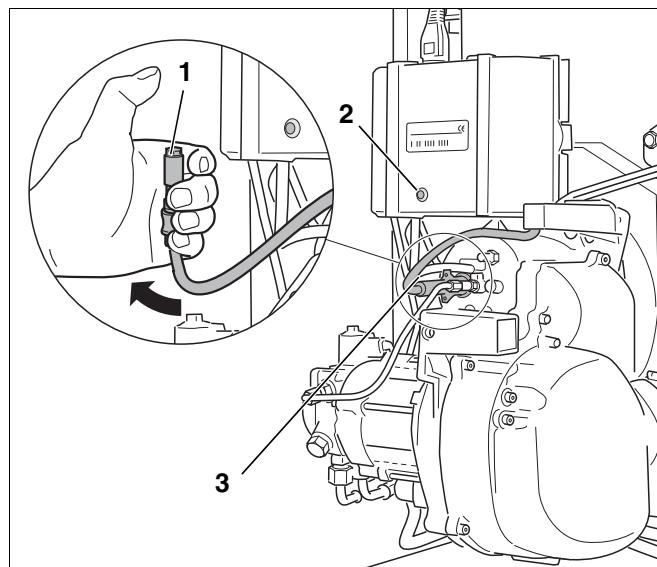

Рис. 40 Проверка работы датчика пламени
- При работающей горелке вынуть датчик пламени из держателя (рис. 40, **поз. 3**).
- Датчик пламени держать против света (рис. 40, **поз. 1**). После повторного запуска должно произойти отключение из-за неисправности.
- По истечении времени ожидания, составляющего примерно 30 секунд, нужно разблокировать автомат горения дизельного топлива, нажав кнопку подавления помех (рис. 40, **поз. 2**) или кнопку Reset на ВС 10.